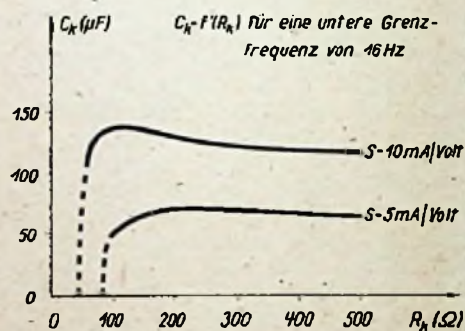

Abb. 2
Diese Beziehung (22) im Diagramm dargestellt zeigt Abb. 2. Hierbei ist  $\omega_0 = 2 \pi f_0 = 100$  Hz (also etwa für die unterste Hörgrenze  $f_0 = 16$  Hz) eingesetzt.